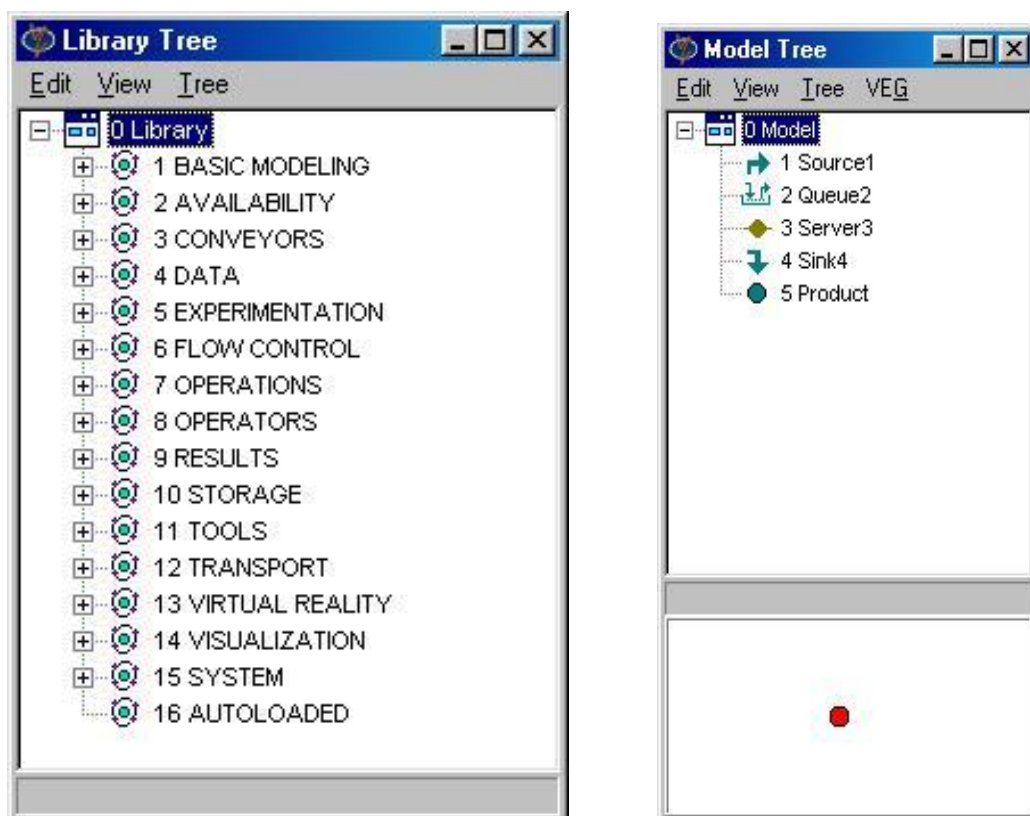

图 3-3: 例1中的库树和模型树
当Enterprise Dynamics完全启动时，出现的窗口近似于图3-3。
- 库树（见图3-3），这里列有用户能置入模型中的所有原子。原子共分为两组，如输送组和操作组。通过选择一个原子并将该原子拖进模型窗口中（‘模型版面’），就将该原子添加到模型中了。